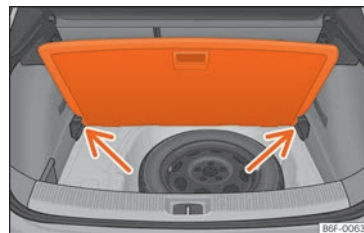

Fig. 146 Suelo variable del maletero: posición inclinada.
- Apoye el piso sobre los alojamientos previstos para tal uso »» fig. 146 (flechas).